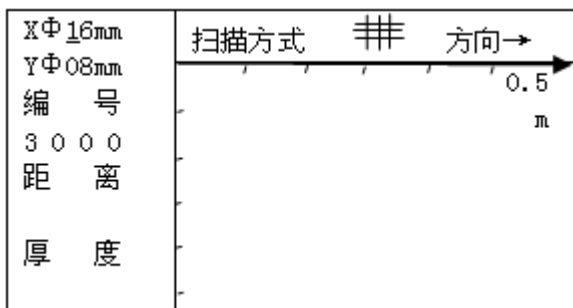

图 3-9 0.5×0.5m 网格扫描界面
0.5×0.5m 规格的网格钢筋扫描界面如图 3-9 所示，首先设置工程信息，包括已知横向（Y）和纵向（X）钢筋的直径（默认值为 XΦ16mm、YΦ08 mm）和工程编号（首位固定为 3）的设置，按  $\leftarrow$ 、 $\rightarrow$  键移动光标位置，按  $\uparrow$ 、 $\downarrow$  键可调整光标位置的数值，完成以上设定后按  $\square$  确定键确认设置，并进行探头自校正，此时探头应放置在空气中，远离强磁场干扰，同时屏幕上显示 wait!，当 wait! 消失后，探头自校正完毕，此时可进入检测状态。